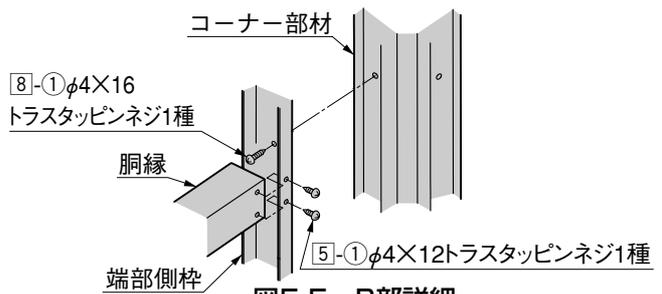
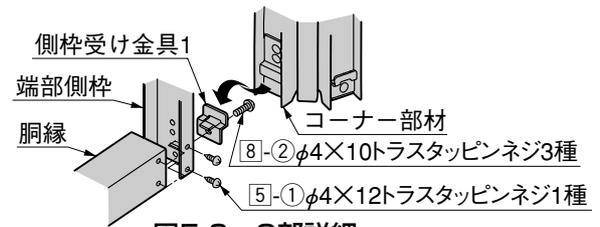

図5-5 B部詳細
図5-6 C部詳細
- ② 胴縁に端部側枠を 5-1 で取付けてください。(図5-4、図5-5、図5-6参照)
- ③ 端部側枠に側枠受け金具1, 側枠受け金具3を 8-2 で取付けて、コーナー部材をのせてください。(図5-4、図5-6参照)
- ④ 端部側枠とコーナー部材を、8-1と8-2で連結してください。(図5-4、図5-5参照)